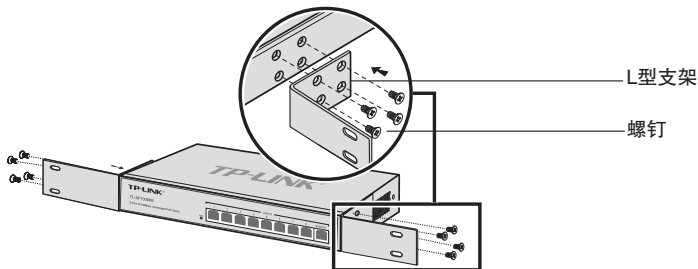

图2-2 L型支架安装示意图
2. 将配件中的两个L型支架分别安装在交换机面板的两侧，并用配件中提供的螺钉固定，如**图2-2**所示；